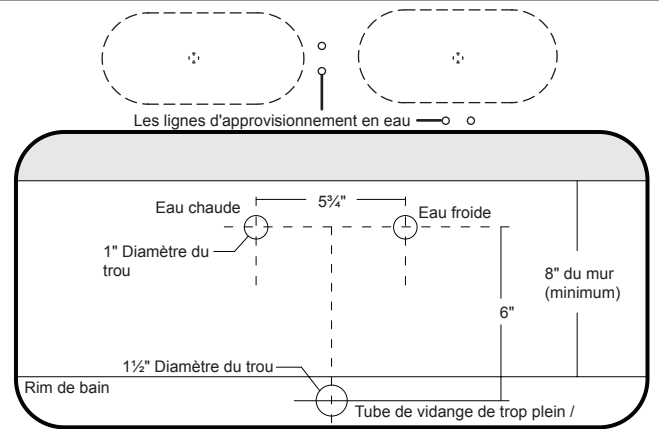

Figure 7. Sécuriser la baignoire
- Mesure n° 6" du centre de la ligne d'approvisionnement en eau au centre de l'ouverture drain de la baignoire (Figure 7).